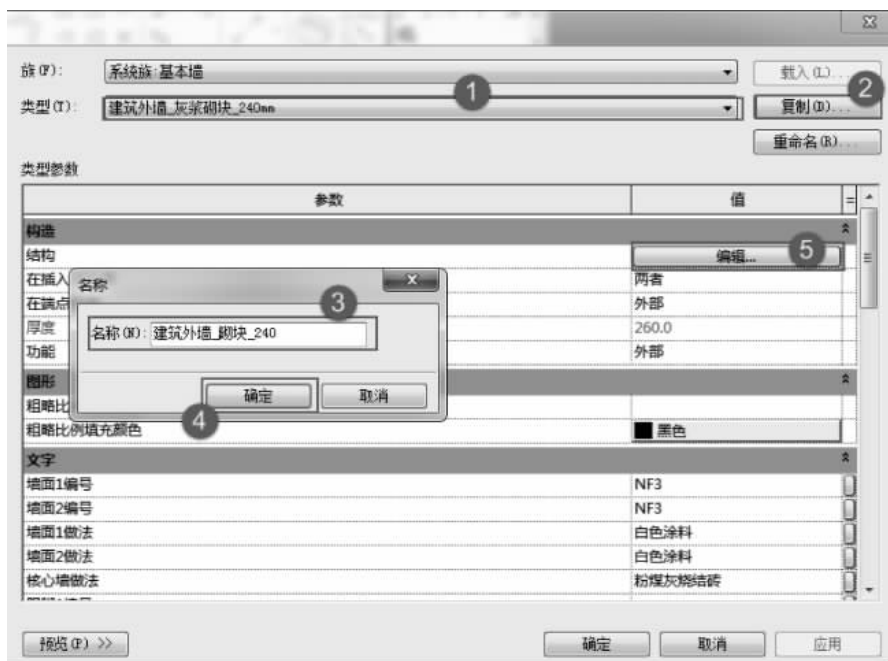

图 3-2 类型属性对话框
(2) 定义“综合楼\_建筑”的外墙结构,并在定义过程中为构造层指定材质。切换至 F1 楼层平面图,选择“建筑”选项卡“构建”面板中的“墙”,下拉列表选择“墙:建筑”工具,自动切换至“修改/放置墙”选项卡。
(3) 如图 3-2 所示,单击“属性”面板中的“编辑类型”,打开“类型属性”对话框,确定“族”列表中的族为“系统族:基本墙”,在“类型”处选择名称为“建筑外墙\_灰浆砌块\_240”的墙体,单击“复制”,将其命名为“建筑外墙\_砌块\_240”,完成后单击“确定”返回类型属性对话框。单击类型参数中“结构”后面的“编辑”,弹出“编辑部件”对话框,在这个对话框中,我们可以定义墙体的构造,在定义构造时,可以为墙体的每一个构造层定义不同材质。